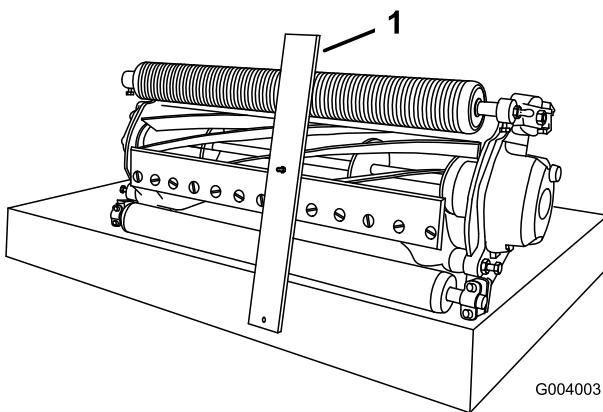

**Figura 57**
2. Desaperte a porca da barra indicadora (Figura 57) e regule o parafuso de ajuste para a altura de corte desejada. A altura de corte corresponde à distância entre a parte inferior da cabeça do parafuso e a superfície da barra.